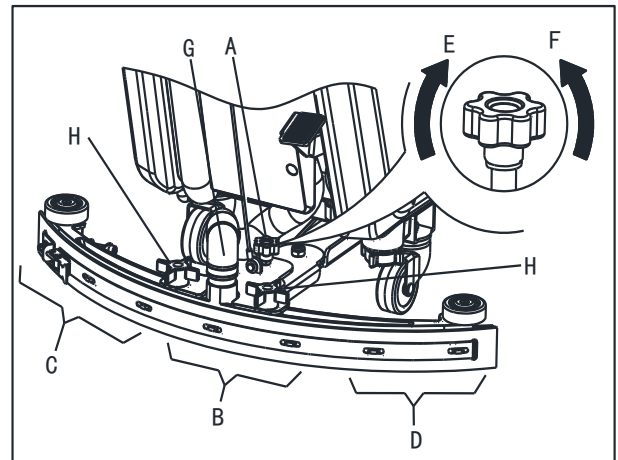

Figura 6
- Instale o squeegee e aperte a porca (H), e ligue a mangueira de vácuo (G) ao squeegee.
- Ajuste o squeegee através do punho de ajuste correspondente (A, Figura 6).
- Se existir um espaço entre o chão e a secção do meio da lâmina do squeegee traseiro (B), ajuste o botão (A) para a esquerda (F) até todas as secções da lâmina do squeegee traseiro estarem em contacto com o chão e a lâmina frontal tocar ligeiramente no chão.
- Se existir um espaço entre o chão e as secções do fim da lâmina traseira (C e D), ajuste o botão (A) para a direita (E) até todas as secções da lâmina traseira estarem em contacto com o chão e a lâmina frontal tocar ligeiramente no chão.